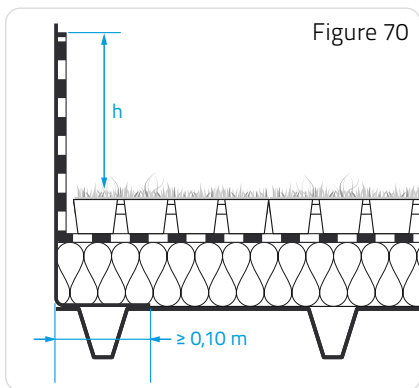

Figure 70
■ Reliefs (supports de relevés) en climat de plaine (Figure 70).